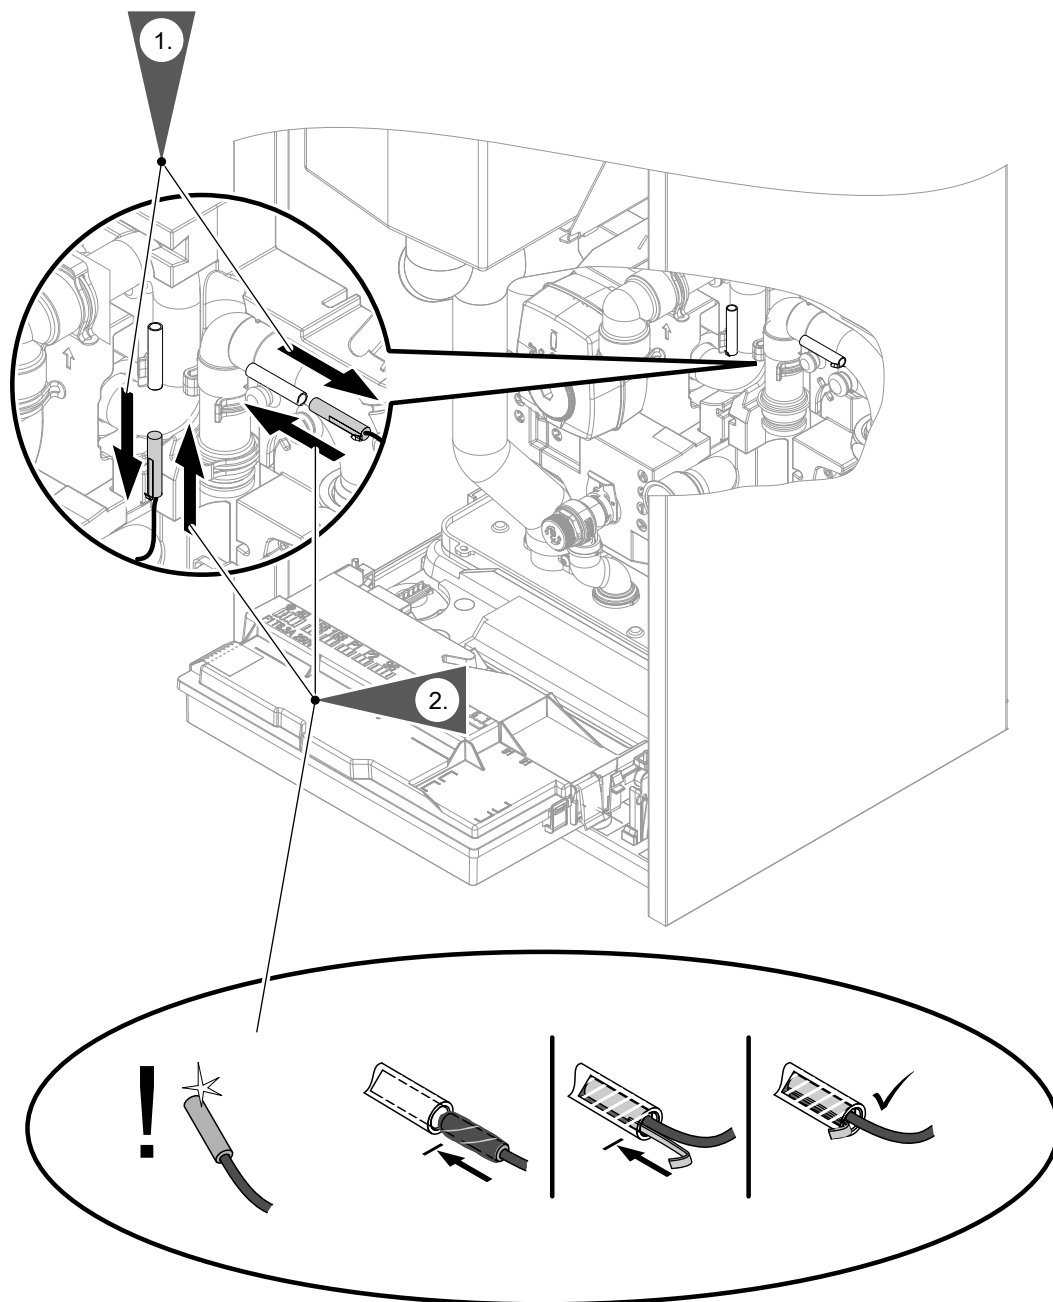

Fig. 80
- Sensori de temperatură de pe circuitul secundar: vezi fig. 80.